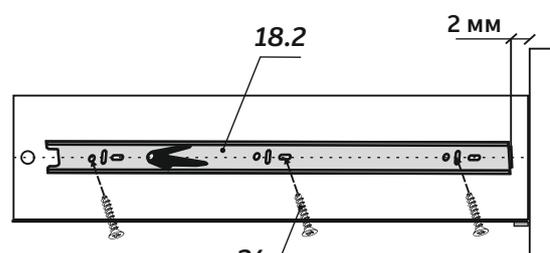

Рис.10
2. Приложить направляющую к каждой боковой стенке ящика так, чтобы центры отверстий направляющей совпали с линией на боковой стенке ящика, выдержав размеры, показанные на рис.10
3. Крепить направляющие к каждой боковой стенке ящика шурупами 3,5х16 (п.24) – 3 шт (см. рис.10).